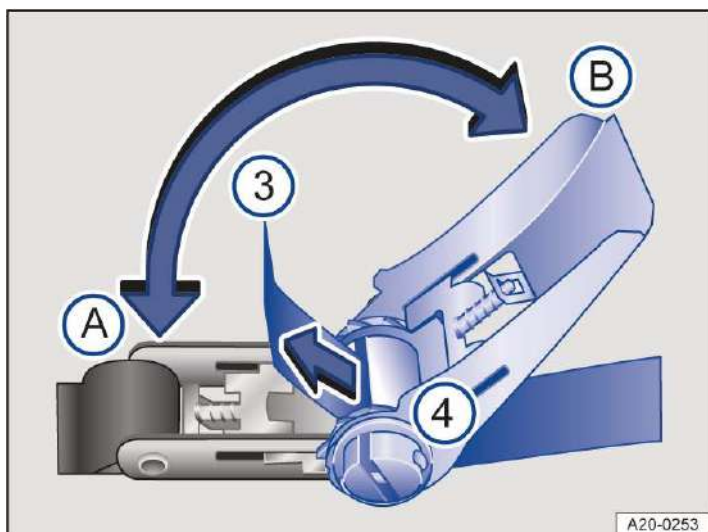

Abb. 2 Lösen und Festziehen des Hebels am Ratschengurt.
2. Hebel → Abb. 1 (1) in Position → Abb. 2 (B) schwenken.